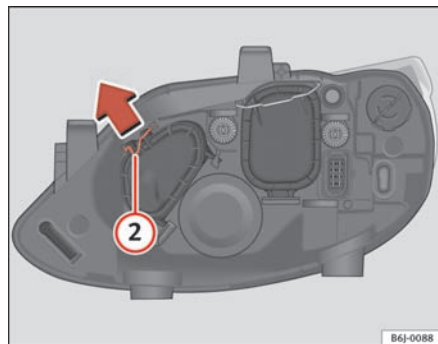

Fig. 134 Fjernlys
- Fjern bøjlen ② i pilens retning, og tag afdækningen af ⇒ fig. 134.